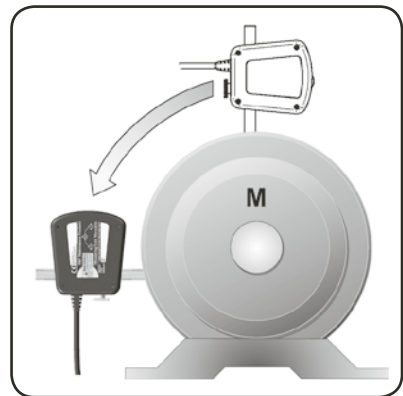

Fig. 17. Mettre en position 9 heures
a) Mettez les deux appareils de mesure en position 9 heures en vous servant des niveaux à bulle (fig. 17).